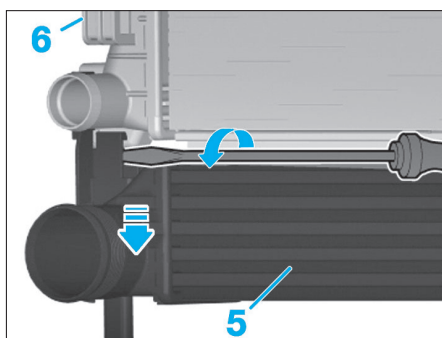

FIG. 91
- Insérer un tournevis à l'avant et à l'arrière dans le crantage gauche (Fig.91).
- Dégrafer l'échangeur (5) du radiateur (6) pas le bas.